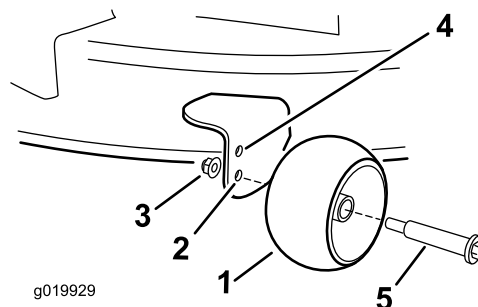

Figura 24
posición de altura de corte de 63 mm (2½") o menos (Figura 24).
- Taladro inferior – utilice esta posición cuando la carcasa de corte está en la posición de altura de corte de 76 mm (3") o más (Figura 24).